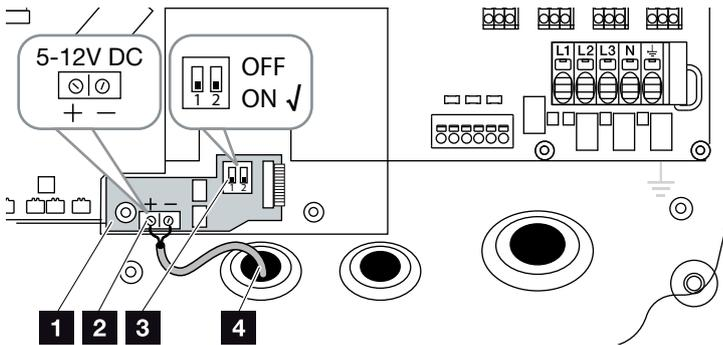

Fig. 26: Tarjeta KOSTAL Smart AC Switch
1. Introducir el cable de control en el inversor y conectarlo al borne de conexión  **Fig. 26, pos. 2** de la placa de circuito impreso.
3. Fijar el interruptor DIP en ON  **Fig. 26, pos. 3**